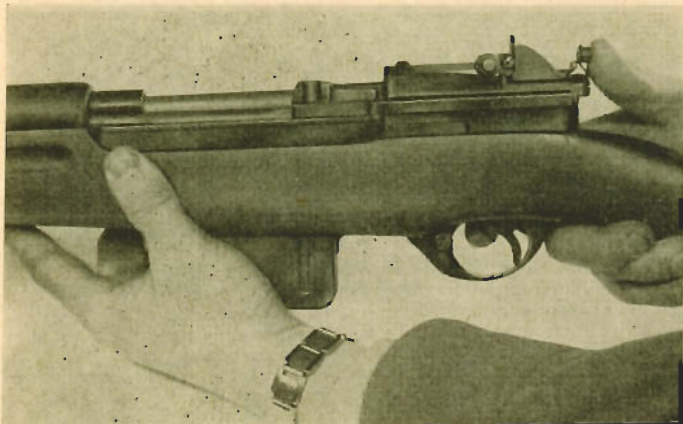

**Fig. No 22 - RELEVER LA CLÉ DE VERROUILLAGE
- a. Tourner vers le haut la clé de verrouillage (voir fig No 22).